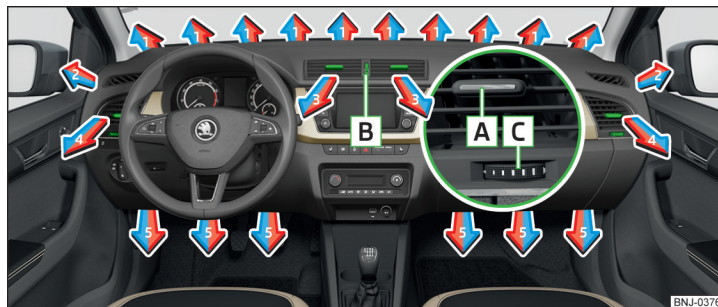

Fig. 124 Fantele de ventilație
La fantele de ventilație **3** și **4** » fig. 124 se poate modifica direcția curentului de aer, iar duzele se pot deschide și închide și individual.
Reglarea sensului de curgere a aerului are loc prin deplasarea servoelementului **A** » fig. 124 în direcția dorită.
- › Rotiți regulatorul **B** în sus » fig. 124.
- › Rotiți regulatorul **B** în jos » fig. 124.
Setarea direcției fantei de ventilație	Gurile de ventilație » fig. 124